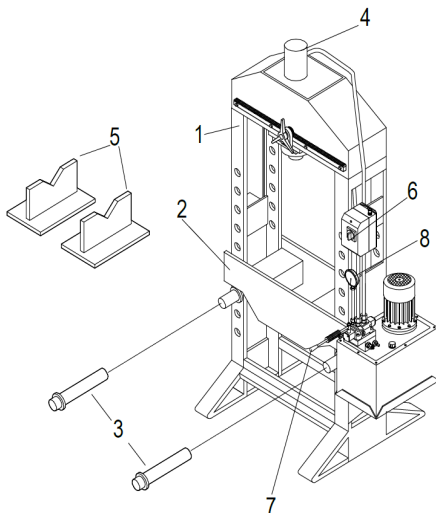

Fig 2
2) Effectuer le branchement de commande du câble en le reliant aux bornes de l'interrupteur de la centrale de la presse (Fig. 2, réf. 6). Le fabricant fournit le pont conçu pour le fonctionnement à 400V triphasé.